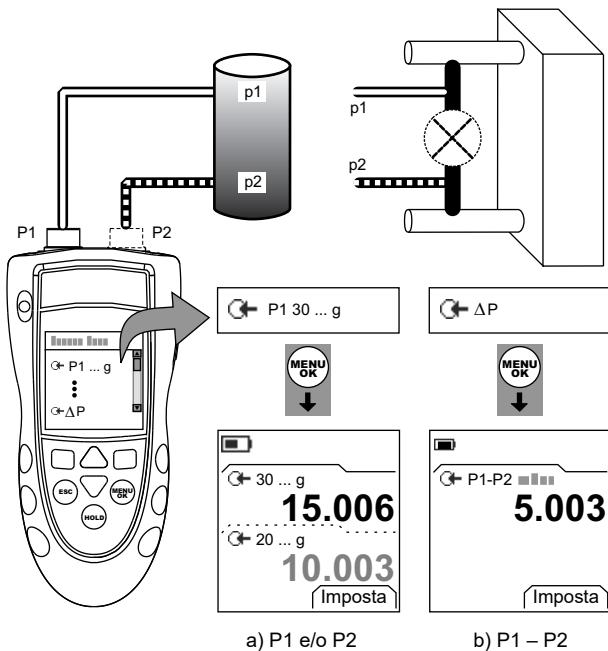

Figura 2: Esempio configurazione – Misurazione della pressione
1. Collegare lo strumento (Figura 2) e, se necessario, modificarne il *Setup* (Tabella 1).
Gli esempi nella Figura 2 indicano:
- Collegare lo strumento allo standard relativo alla pressione (Figura 2).